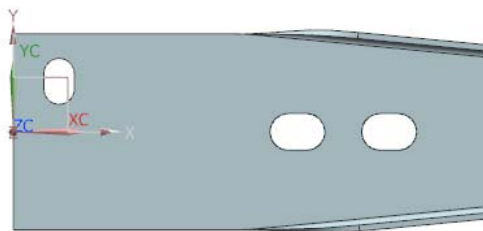

图 10-66 创建法向除料特征
(4) 返回到“法向除料”对话框,单击<确定>按钮,创建法向除料特征,如图 10-66 所示。